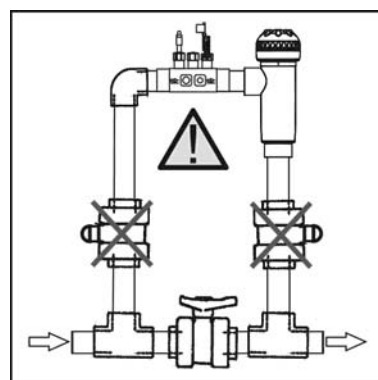

Fig. 4
1. Colocar o colarinho fornecido a um lanço da tubagem situado na entrada da célula de electrólise. O colarinho deve ser colocado sempre na posição horizontal no solo (ver Fig. 4).
1. Colar o porta-sensores fornecido a um lanço da tubagem situado na entrada da célula de electrólise. O porta-sensores deve ser colocado sempre na posição horizontal no solo (ver Fig. 4), de modo que as entradas rosqueadas (1/2" - 3/8") continuem acessíveis para a instalação posterior do injector da bomba de dosagem e o eléctrodo de terra (facultativo)